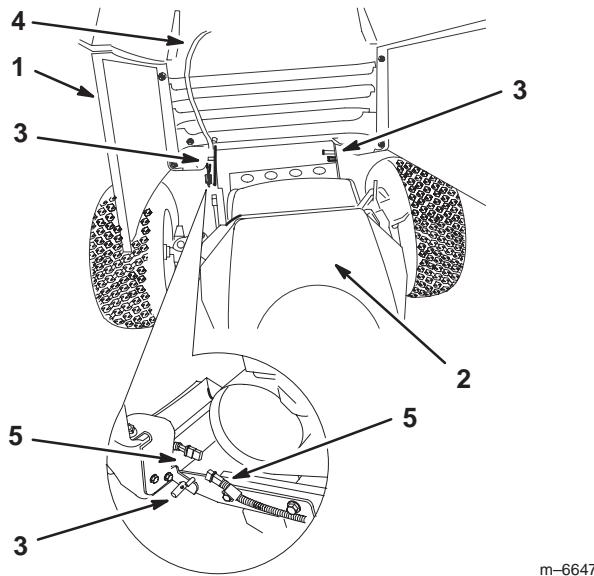

Figure 31
1. Pivotez le capot complètement vers l'avant (Fig. 31).
2. Débranchez le faisceau de câblage du côté avant gauche de la machine. Le faisceau est relié aux phares (Fig. 31).
3. Glissez le capot vers la gauche de la machine et déposez-le des ergots de pivotement (Fig. 31).
4. Pour monter le capot, placez-le sur les ergots et connectez le faisceau de câblage (Fig. 31).